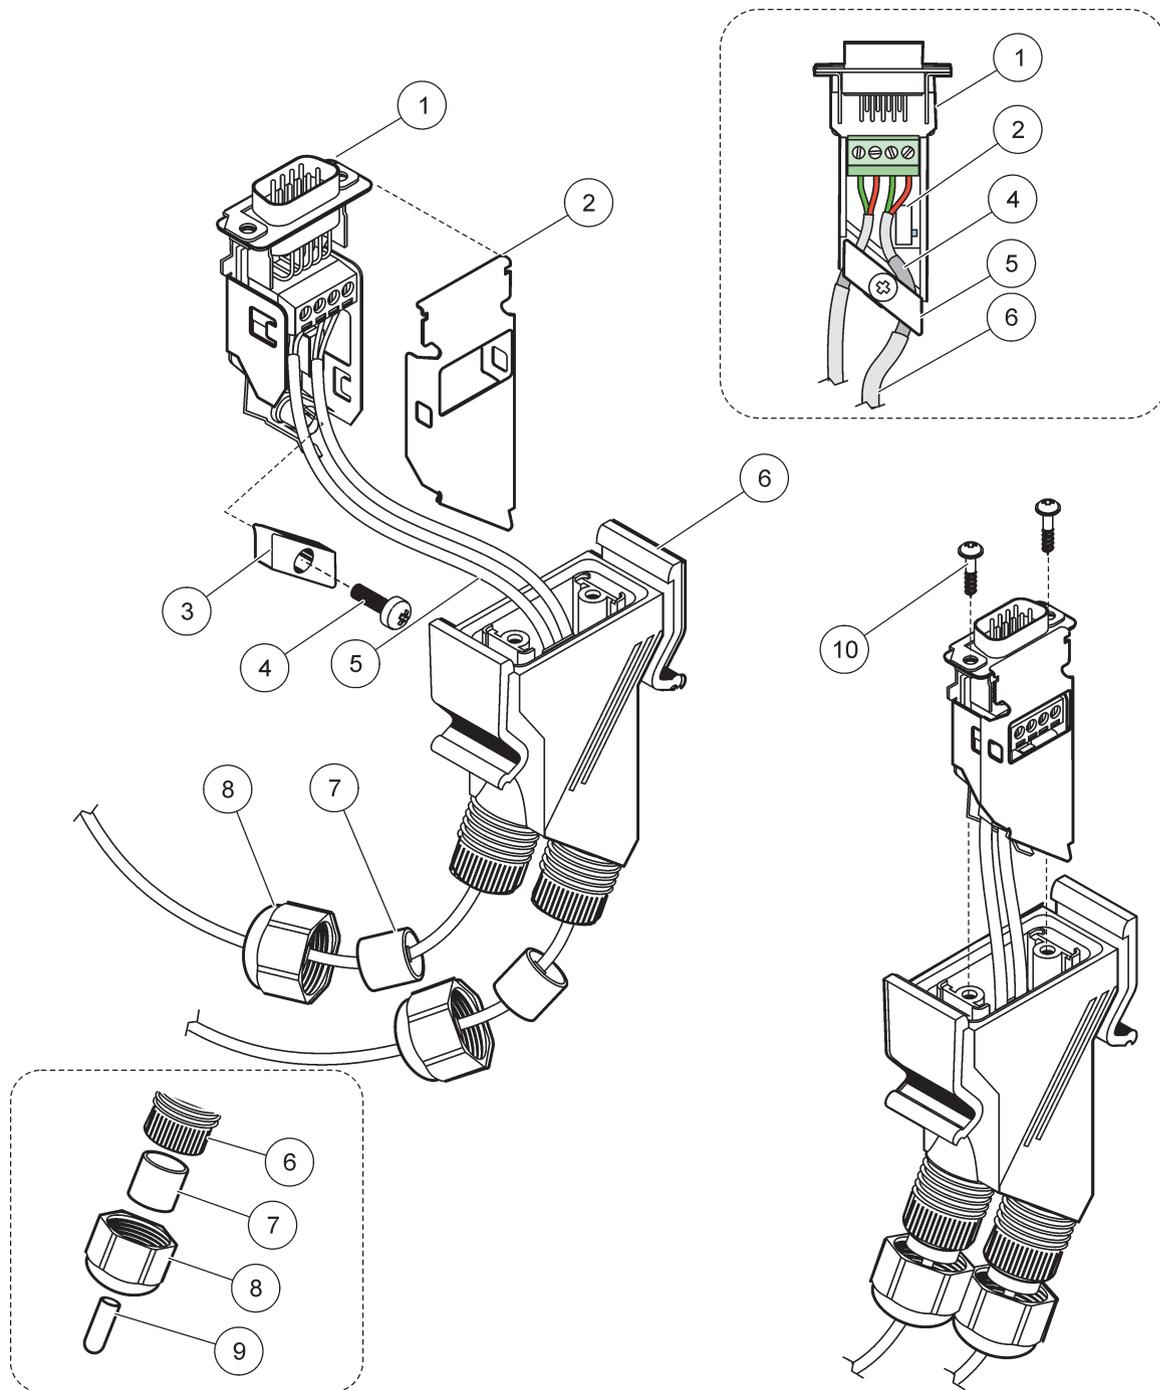

Figura 31 Conectando o conector de rede no resistor terminal de rede
2. Passe o cabo pela porca união, selo de borracha e compartimento do conector (Figura 31).
**Observação:** Ao usar o conector com o último módulo no segmento de rede, uma porca de união permanece sem uso. Sele a porca união com o plug fornecido. Consulte Figura 31.
2 Use este plugue se o prensa cabo não for usado, consulte inset in Figura 31.